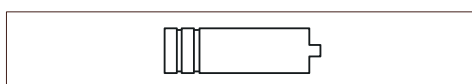

Fig. 14.5
- En fonction de la torche choisie et du travail à effectuer, une buse de guidage de gaz peut être installée sur la torche spécialement conçue pour le soudage par points. (Fig. 14.5).